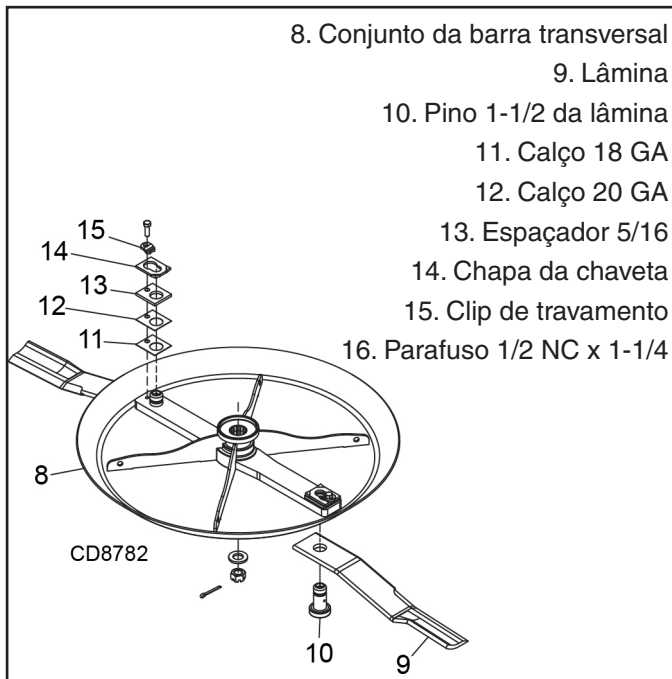

Figura 13. Conjunto da lâmina
2. Remova as lâminas da barra transversal conforme mostrado Veja figura 13.